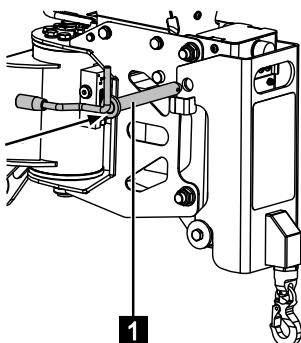

Abb. 162
3. Verriegelungsbolzen (Abb.162/1) einsetzen.